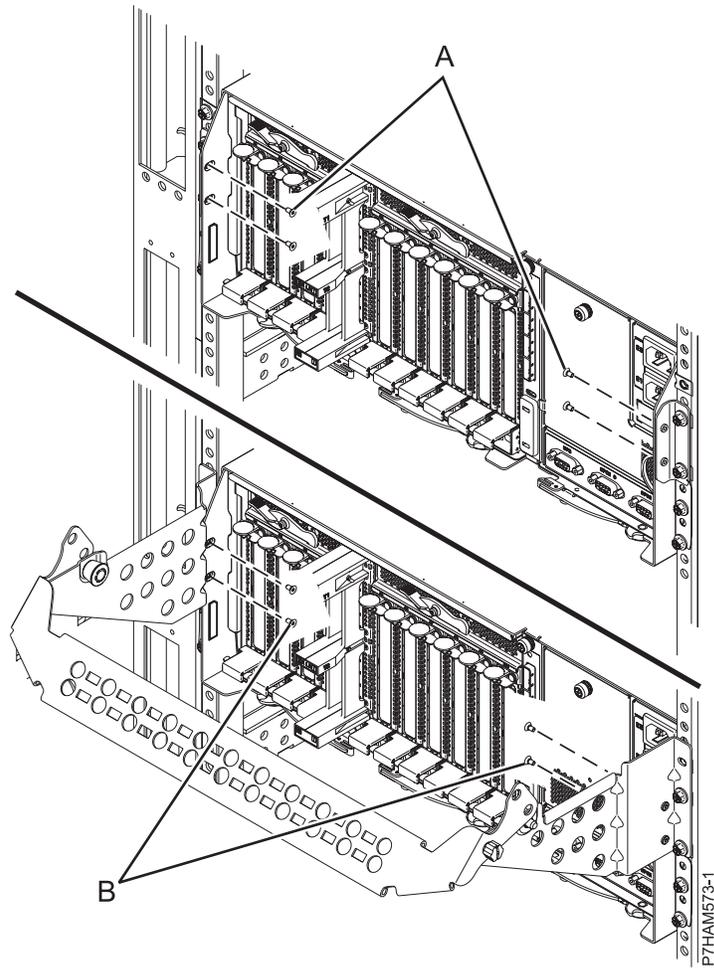

Abbildung 14. Anbringen der Befestigungsschrauben
- Wenn Sie die Halterungen installiert haben, verwenden Sie die vier Befestigungsschrauben **(A)** (siehe Abb. 14 auf Seite 16).
- Wenn Sie die Kabelführung installiert haben, verwenden Sie die vier Befestigungsschrauben **(B)** (siehe Abb. 14 auf Seite 16).